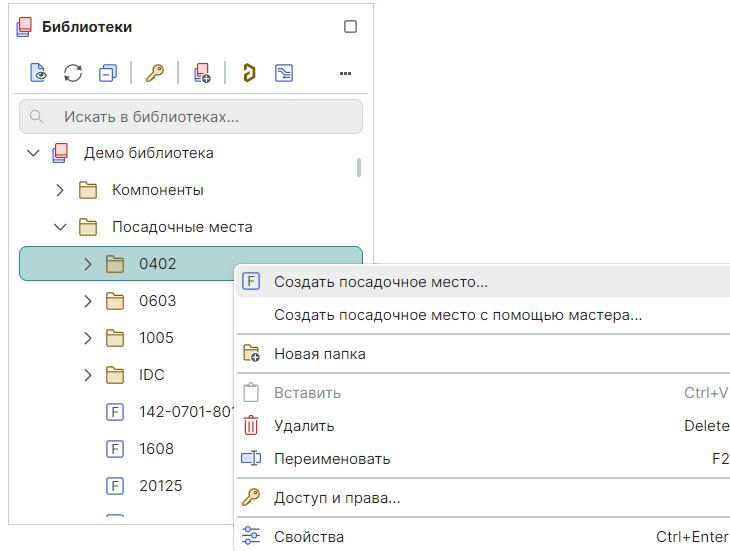

Рис. 75 Вызов контекстного меню для выбранной библиотеки
- 2.1. Выделите в иерархии библиотеки папку, в которой надо создать посадочное место, и из контекстного меню выберите «Создать посадочное место», см. Рис. 75.